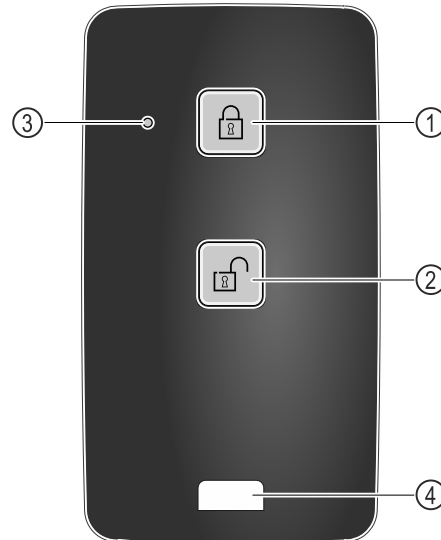

Fig. 245
- (1) Bloccare la serratura
- (2) Sbloccare la serratura
- (3) LED di stato
- (4) Occhio di fissaggio
- Premere il tasto Fig. 245 (1) sul telecomando.
- Premere il tasto Fig. 245 (2) sul telecomando.
- Il LED di stato Fig. 245 (3) fornisce un feedback visivo quando viene premuto un pulsante.
- Occhio Fig. 245 (4) per agganciare il telecomando, ad esempio a un portachiavi.